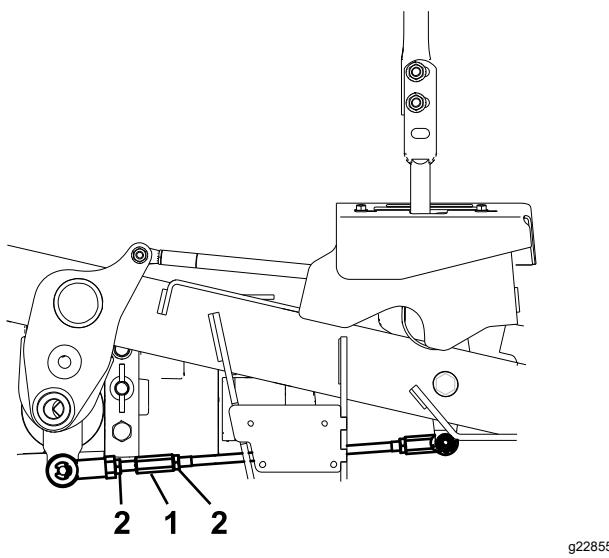

Рисунок 59
10. Відрегулюйте довжину штона регулятора насоса, обертаючи подвійні на штанзі у відповідному напрямку, доки колеса злегка не пересунуться в зворотному напрямку (Рисунок 59).